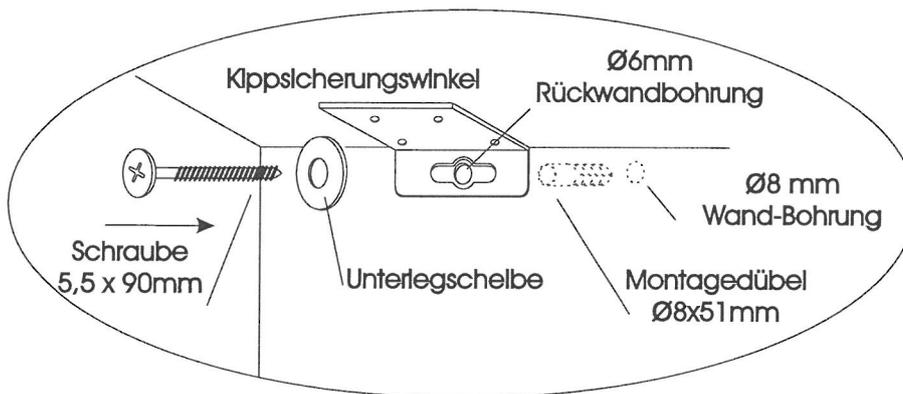

Abb.:2
3. Verschrauben Sie die Kufen mit je 4 Stück Ø4x25mm RW-Schrauben. Drehen Sie anschließend die Sockelschrauben in die hierfür vorgesehenen Gewindebohrungen der Kufen. (Abb. 2)
3. Befestigen Sie den Korpus, wie in Abbildung 2 dargestellt, mit der Zimmerwand. Hierzu verwenden Sie die 5,5 x 90mm Schraube, die Unterlegscheibe sowie den 8mm Montagedübel.